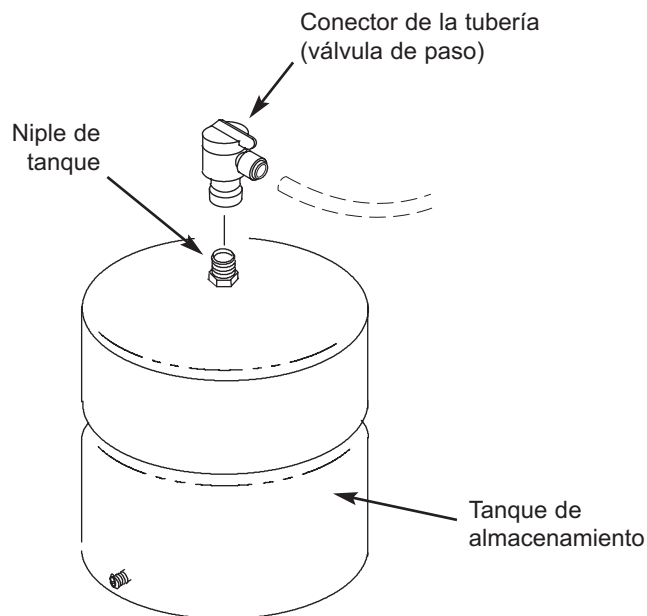

FIG. 13
1. Aplique cinta selladora (2 vueltas hacia la derecha) a las roscas en el niple que se encuentra en la parte superior del tanque. Vea la Fig. 13.
2. Ubique el conector de la tubería. Vea la Fig. 13. Dele lentamente al conector de la tubería en el niple del tanque unas 7 a 8 vueltas completas, para no torcer la rosca ni apretarlo excesivamente.
5. Conecte la tubería amarilla al conector del tanque. Vea las Figs. 13 y 22.